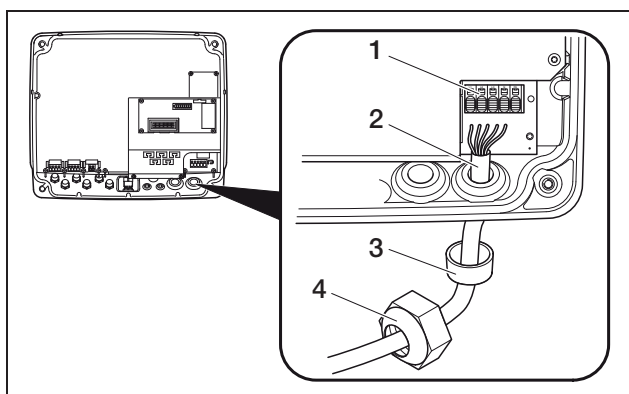

Figura 12: Posa della linea di alimentazione
- Infilare sul cavo prima il dado di accoppiamento svitato (4 nella figura 12) e poi l'anello di tenuta (3 nella figura 12) sulla linea di alimentazione.